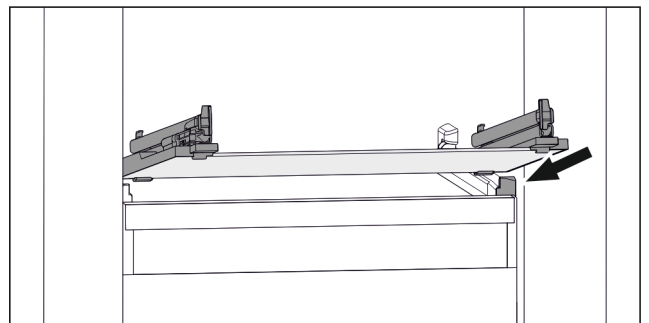

Fig. 52 Az üveglap példaként szolgáló ábrázolása
- ▶ Helyezze a fiókot ferdén az ütközők mögé. (lásd Fig. 52)